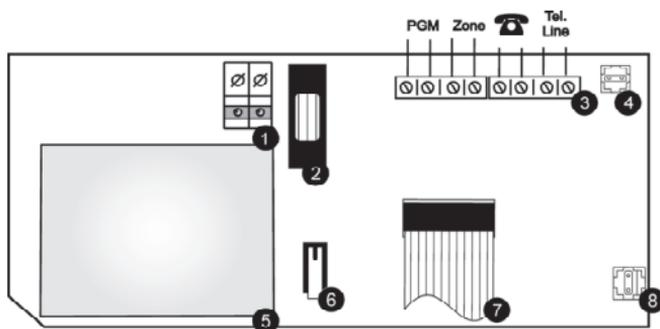

Abbildung 2: Spannungsversorgung und Steuerplatine
5. Wenn Sie verdrahtete Melder, externe Relais und Telefonleitungen in das Alarmsystem einbinden möchten, schließen Sie diese an den entsprechenden Anschlüssen der Hauptplatine an (Abbildung 2).